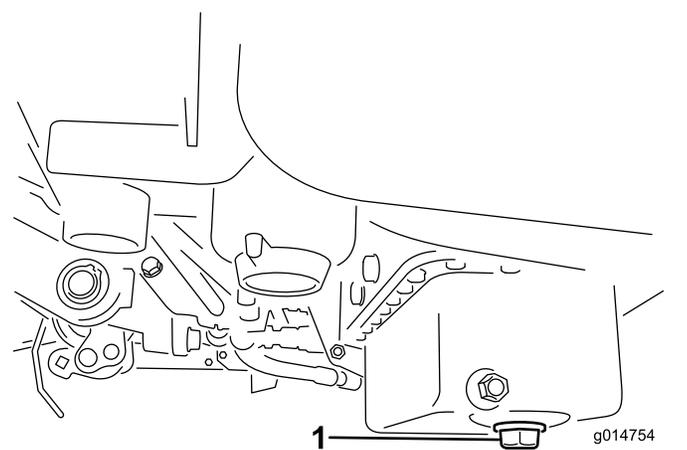

図 39
1. ドレンプラグを外してオイルを容器に受ける。オイルが抜けたらドレンプラグを取り付ける 図 39。